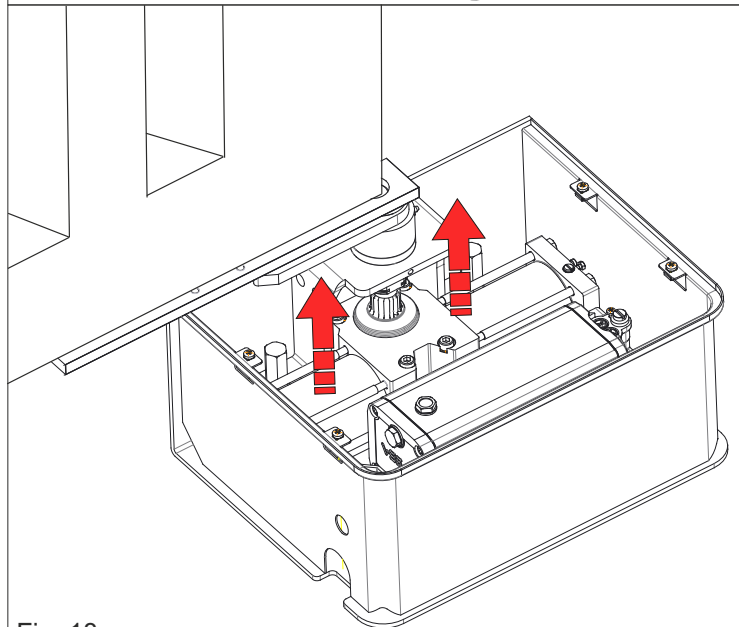

Fig. 18
5.3. Levantar el operador insertando su eje dentro del orificio del eje de la caja (Fig. 18)